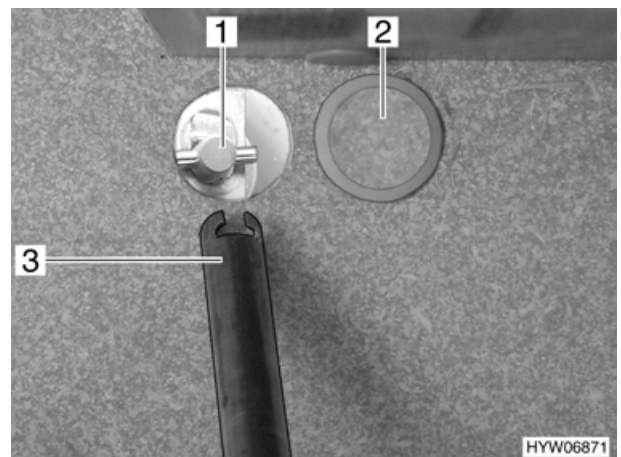

Bild 106 Öffnung für Seilwinde
Die Öffnung zum Bedienen der Seilwinde ist mit einer Plastikkappe (Bild 106,2) abgedeckt.
- Plastikkappe (Bild 106,2) mit einem geeigneten Werkzeug (z. B. Schraubendreher) vorsichtig öffnen.
- Schlüssel (Bild 106,3) auf die Aufnahme (Bild 106,1) der Reserveradhalterung setzen.